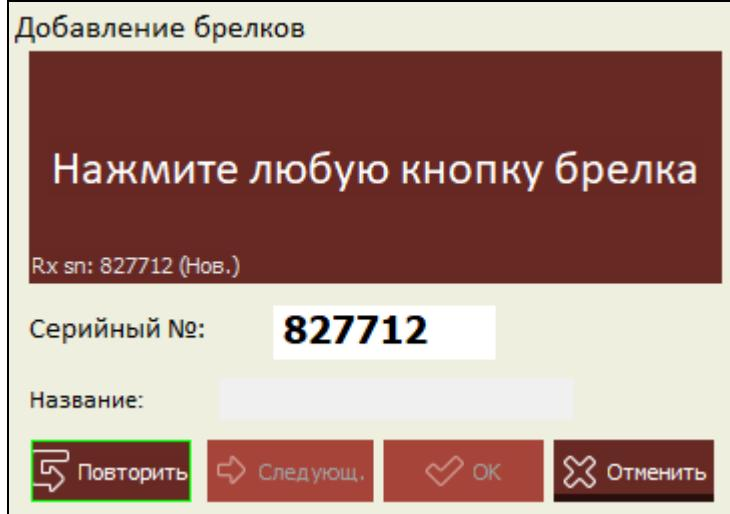

Рис. 11. Окно «Добавление брелков» после считывания серийного номера брелка при передаче данных / вводе серийного номера брелка.
- Нажмите кнопку добавляемого брелка. В поле «Серийный №» отобразится серийный номер (рис. 11). Проверьте, совпадает ли он с серийным номером добавляемого брелка (этот номер указан на упаковке брелка). Если номер совпадает, перейдите к следующему шагу. Если номер не совпадает, это значит, что контроллер получил данные от другого брелка компании SATEL. В этом случае щелкните по и в поле «Серийный №» введите серийный номер брелка.